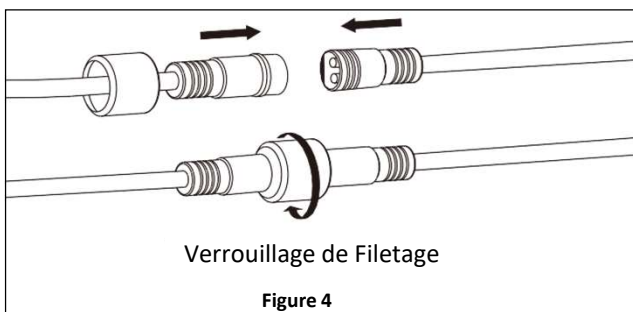

Figure 4
- Connectez le boîtier du pilote distant au downlight en connectant les fils blancs à clé et en serrant l'écrou de verrouillage fileté à la main. **Reportez-vous à la figure 4.**